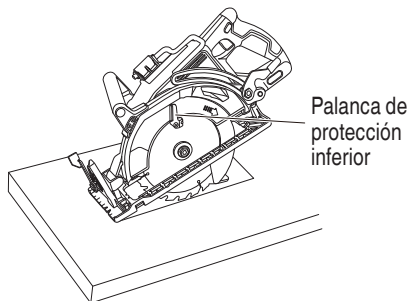

Fig. 31
- (1) Marque claramente el área de corte deseada con líneas en todos los lados. (Consulte la Fig. 31.)
- (2) Ajuste la profundidad según el material que vaya a cortar.
- (3) Empuje la palanca completamente hacia atrás para que la cuchilla quede expuesta como se muestra en la Fig. 31.